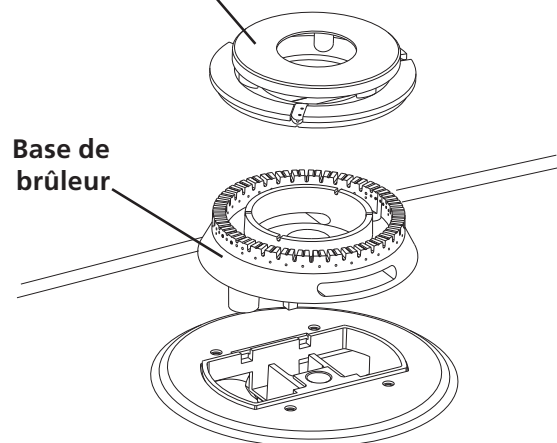

Figure 11
C. Brûleur triple (si présent): Enlevez les rubans adhésifs. Enlevez le couvercle et la base du brûleur. Retirez et jetez le matériel d'emballage. Remplacez la base et le couvercle du brûleur triple. **Attention de ne pas endommager les électrodes lorsque vous placez la base du brûleur sur l'ouverture de gaz.** Assurez-vous que l'électrode est correctement insérée dans l'ouverture prévue à cette fin sur la base du brûleur (Figure 11).